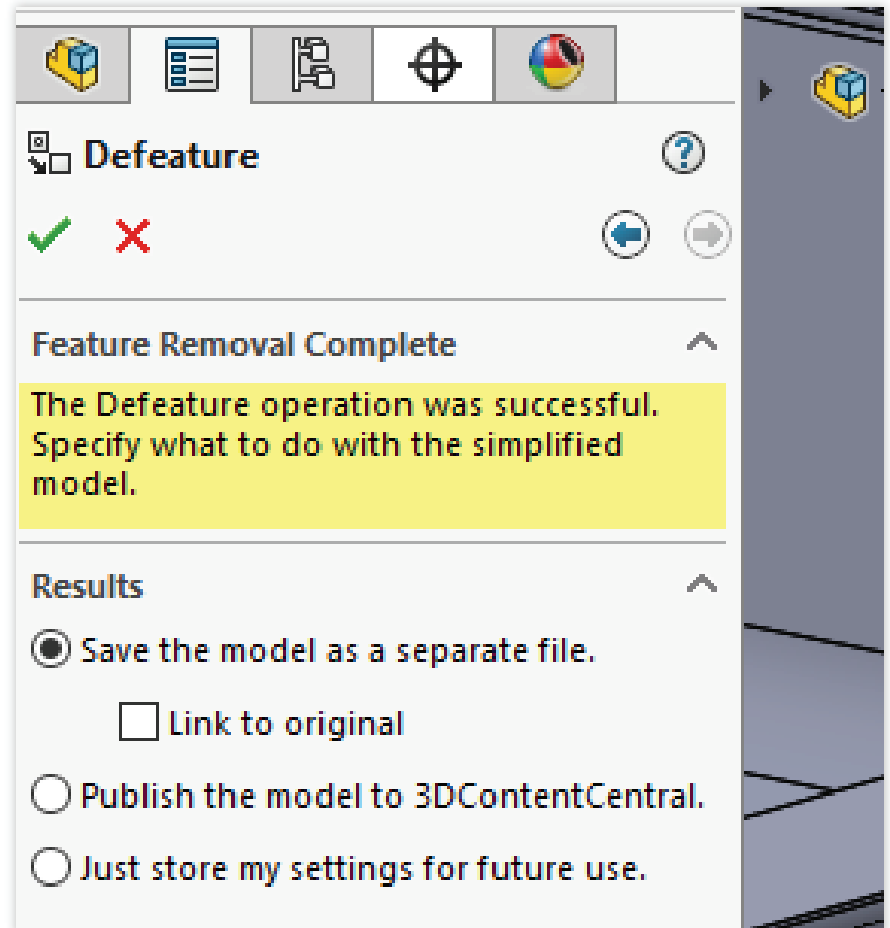

Fig. 23
4. Select the **green check mark**. See Fig. 23.